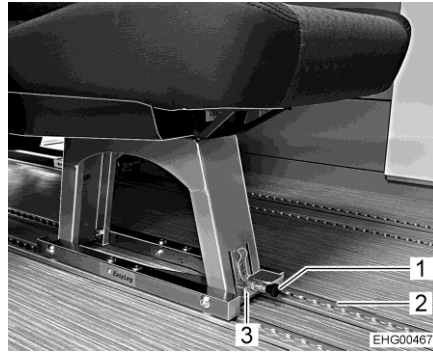

Fig. 3 Asiento individual (bloqueado)
- Tirar el tirador negro (Fig. 3,1) hacia delante.
- Tirar el arco metálico (Fig. 3,3) hacia arriba.
Ahora, se podrá desplazar el asiento individual / banco de asiento doble en el riel (Fig. 3,2) o extraerlo del riel.